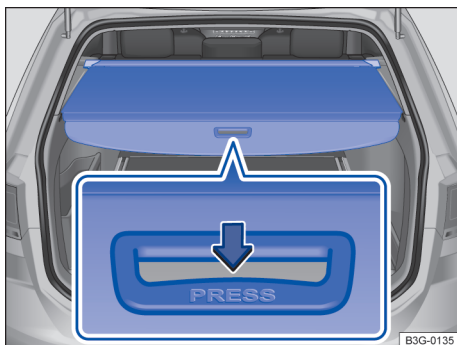

Fig. 153 No compartimento de bagagem: abrir e fechar a cobertura do compartimento de bagagem.
- Pressione a parte traseira da cobertura → Fig. 153 ① um pouco para baixo. A cobertura é deslocada automaticamente para o centro do compartimento de bagagem.